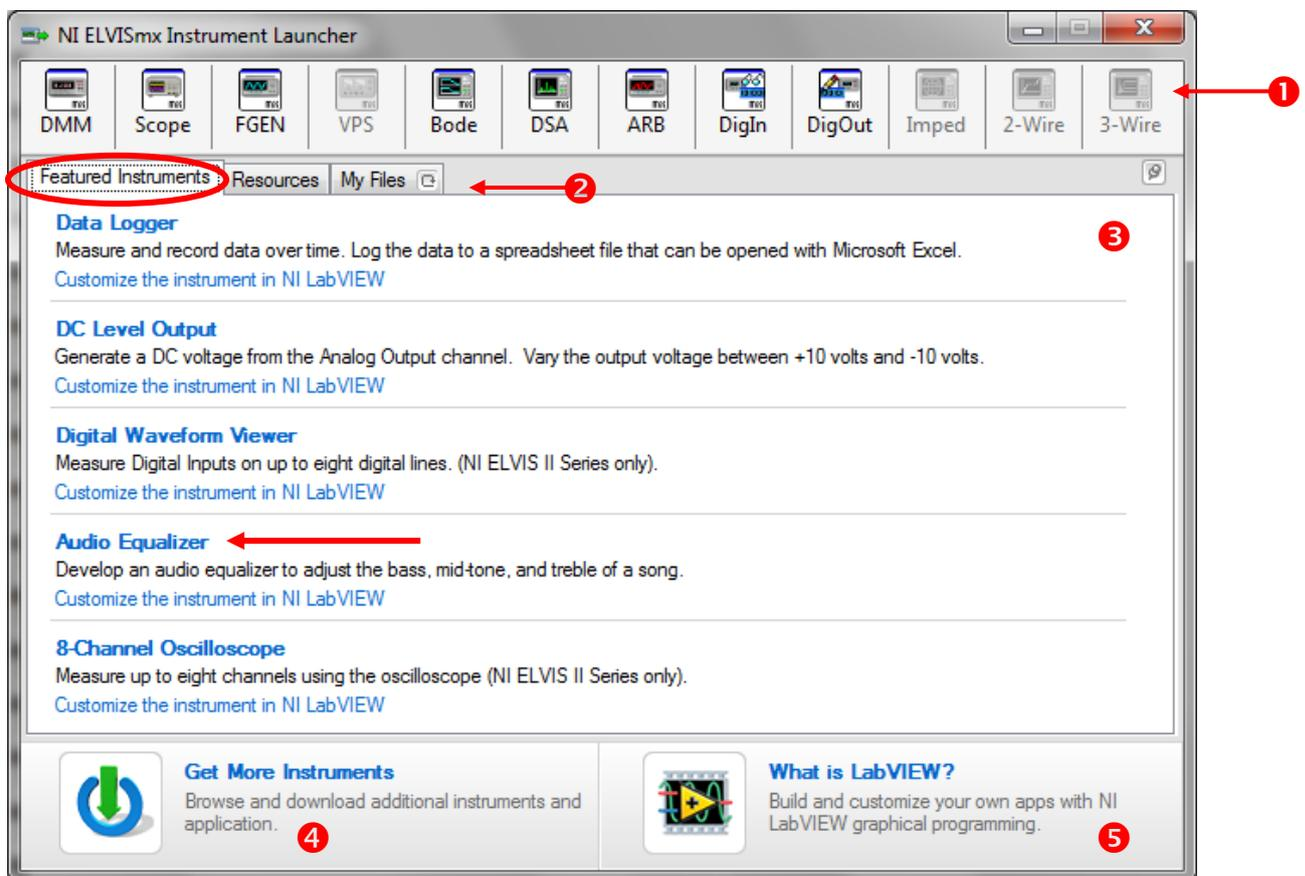
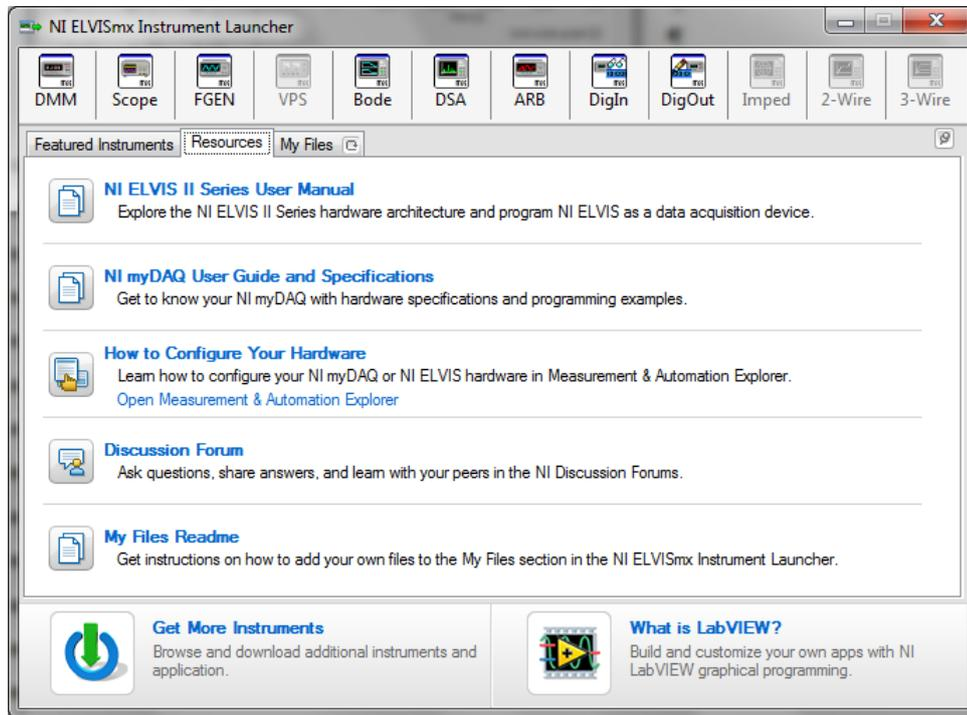
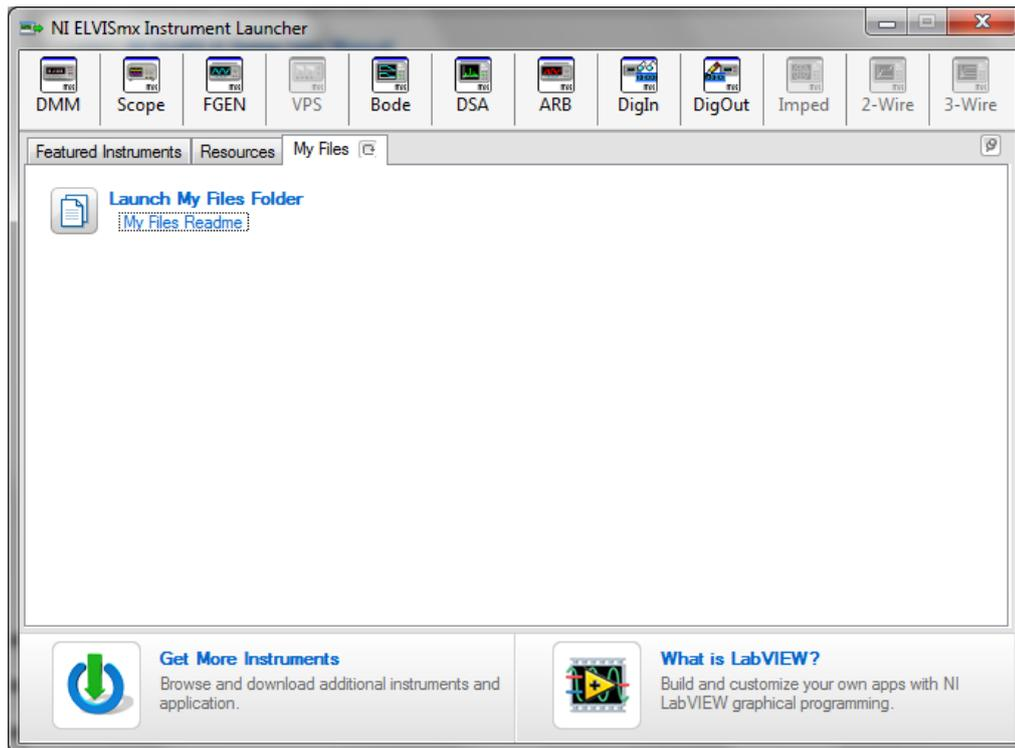

Abb.4.1.1: Das Startbild des Instrument Launchers
Abb.4.1.5: Die Registerkarte 'Resources': Vielfältige Informationen rund um myDAQ stehen dem Anwender zur Verfügung
Abb.4.1.6: Die Registerkarte 'My Files': Eine eigene Verzeichnisstruktur sorgt für einen schnellen Zugriff auf alle myDAQ-Dateien
Daher sieht das **Startbild des Instrument Launchers** so aus, **Abb.4.1.1**:
Wählen Sie in der Zeile ② (Abb.4.1.1) die Registerkarte 'Resources' aus, so können Sie über das nun erscheinende Fenster **Datenblätter** zum ELVIS- und zum myDAQ-Modul aufrufen, **Hilfe** zur Konfiguration der Hardware bekommen oder das **Diskussions-Forum** besuchen, **Abb.4.1.5**:
Über die Registerkarte 'My Files' in der Zeile ② (Abb.4.1.1) sind Sie in der Lage, auf der Festplatte Ihres Rechners eine eigene Verzeichnisstruktur mit allen Ihren myDAQ-Files anzulegen, **Abb.4.1.6**:
Klicken Sie im Fenster aus der Abb.4.1.6 auf '**My Files Readme**', so bekommen Sie weitergehende Informationen zum Arbeiten mit dieser speziellen Verzeichnisstruktur.